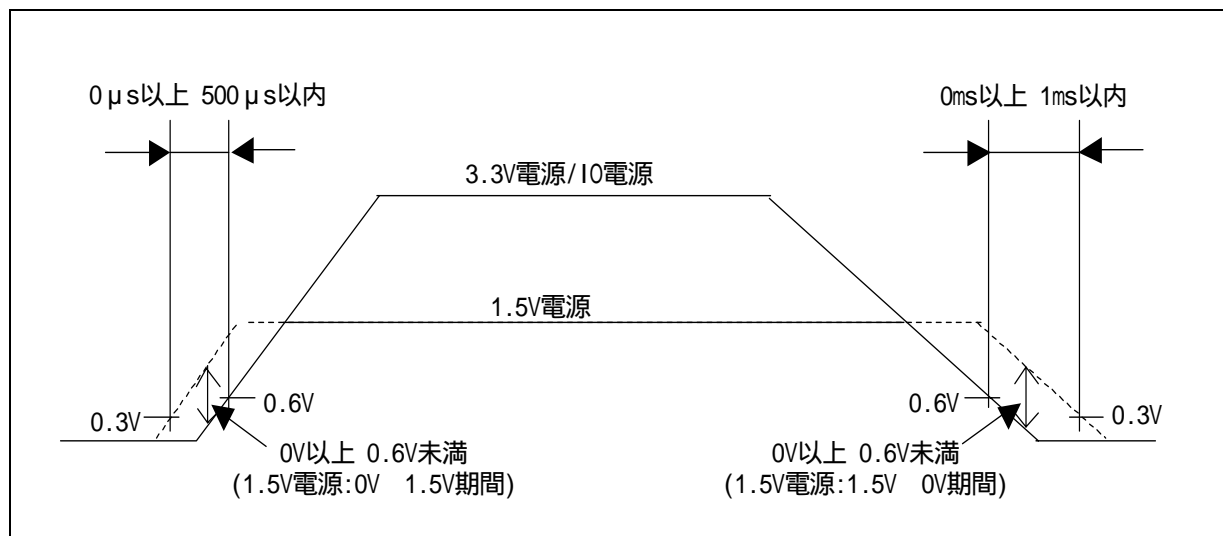

図 4.1 電源投入・切断タイミング
- (b) 1.5V電源を投入後、3.3V電源/IO電源を投入(図 4.1参照)
- (b) 3.3V電源/IO電源を切断後、1.5V電源を切断(図 4.1参照)